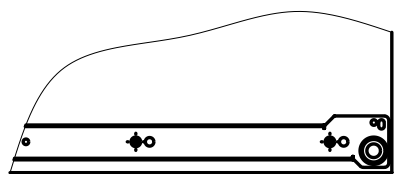

Рис.3
2. При помощи винтов М5х10,5 установить направляющие на детали 1 и 2. **Внимание:** данные направляющие закрепляются во вторые (большие) отверстия (Рис. 3). Установите ползки направляющих на деталь 7.